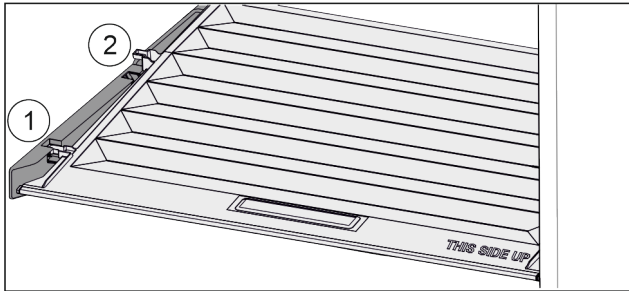

Fig. 75
- ▶ Deckel bis zur Öffnung in den Halteteilen nach vorne ziehen Fig. 75 (1).
- ▶ Hinten von unten anheben und nach oben wegnehmen Fig. 75 (2).